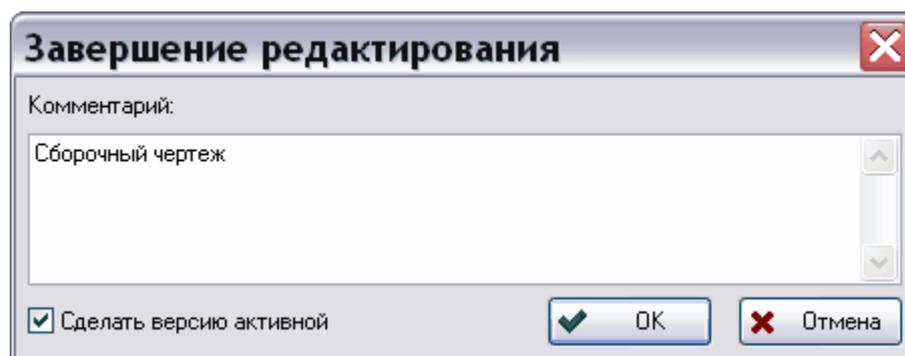

Рис. 79
4. В окне SolidWorks на панели инструментов PSS нажмите на кнопку **Сохранить и продолжить редактирование**. При этом появится диалоговое окно **Завершение редактирования** (Рис. 79).